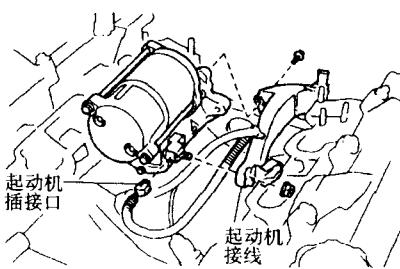

图 17 起动机电气插接口——1995~1997
- ⑳ 拆下六个螺栓、四个螺母、进气歧管总成和两个衬垫。
- ㉕ 拆开起动机插接口（见图17）。